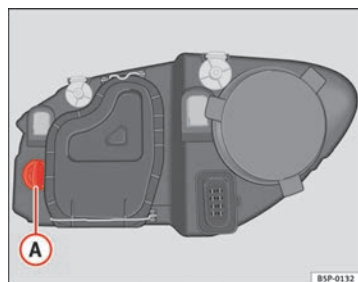

Abb. 184 Glühlampe für Blinker
- Den Lampenträger ⇒ Abb. 184 **A** nach links drehen und ziehen.